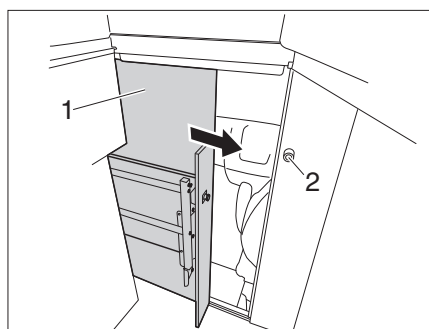

Fig. 57 Serratura cabina di guida
- ▷ Viaggiare solo con porta (Fig. 57,1) bloccata.
- Chiudere la porta (Fig. 57,1) facendola innestare nella serratura.
- Ruotare la maniglia (Fig. 57,2) in senso antiorario fino a bloccare la porta.
- Ruotare la maniglia (Fig. 57,2) in senso orario fino a sbloccare la porta.
- Aprire la porta (Fig. 57,1) e bloccarla.